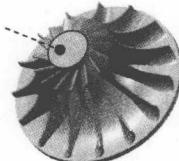

图 1.11 定义草图平面
(1) 选择命令。选择下拉菜单 **插入** → **基于草图的特征** → **凹槽** 命令 (或单击 按钮), 系统弹出“定义凹槽”对话框。
(2) 创建图 1.10 所示的截面草图。选取图 1.11 所示的平面为草图平面, 绘制图 1.10 所示的截面草图; 单击“工作台”工具栏中的 按钮, 退出草绘工作台。
(3) 定义凹槽参数。在 **第一限制** 区域的 **类型:** 下拉列表框中选择 **直到最后** 选项, 单击 **确定** 按钮, 完成凹槽 1 的添加。